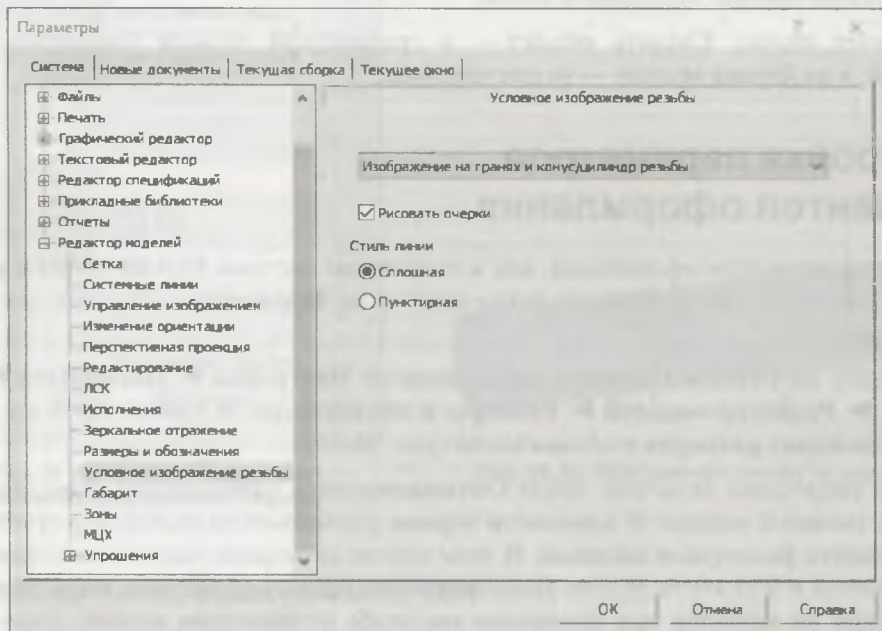

Рис. 28.24. Диалоговое окно Параметры с открытой панелью Условное изображение резьбы
- ◆ щелкните ЛК мыши по пункту **Условное отображение резьбы** — в правой части откроется панель **Условное изображение резьбы** (рис. 28.24), на которой можно выполнить такие настройки: